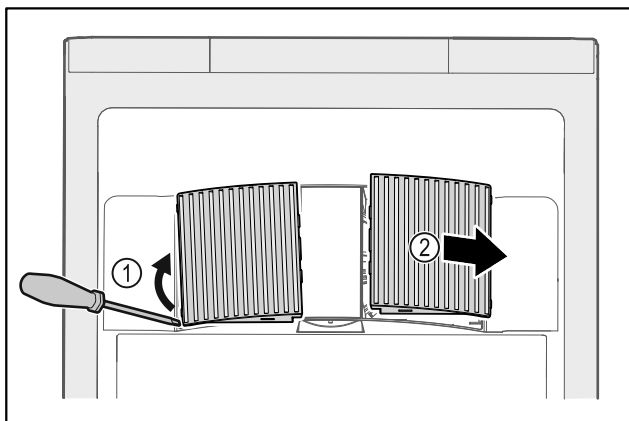

Fig. 228
- ▶ Αναμοχλεύστε προσεκτικά από το πλάι τα καλύμματα του ανεμιστήρα Fig. 228 (1) και αφαιρέστε τα προς τα εμπρός Fig. 228 (2).